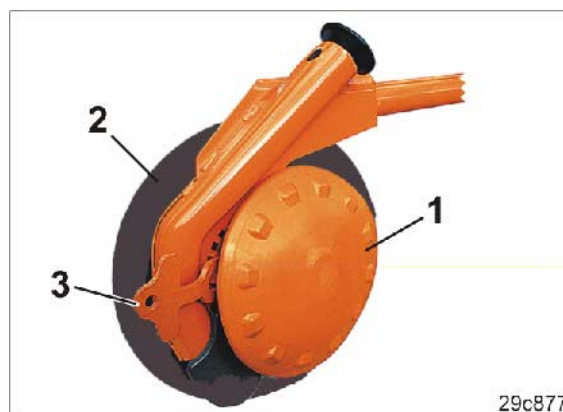

Рис. 66
Гибкий дисковый ограничитель глубины (Рис. 66/1)
- очищает заднюю сторону стального диска (Рис. 66/2);
Передвижением рукоятки (Рис. 66/3) дисковый ограничитель глубины переставляется в другое положение или снимается без использования инструментов.
При высокой скорости движения стальной диск (Рис. 66/2), установленный слегка наискось к направлению движения, перемещает небольшое количество грунта.